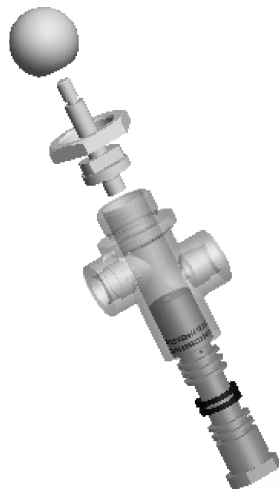

图 9-102 分解视图
(4) 利用“\ 习题\ 第9章\ xiti9-2-4”目录中的文件完成如图9-102所示的分解视图。